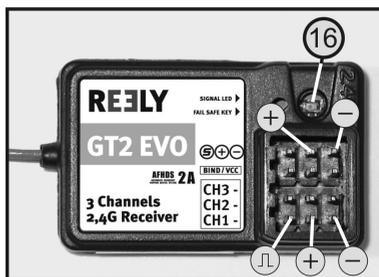

Figura 5
Mettere in funzione prima il trasmettitore e poi il ricevitore. Se trasmettitore e ricevitore sono accoppiati correttamente (operazione normalmente eseguita in fabbrica), il LED rosso di controllo sul ricevitore si accende (vedere figura 5, pos. 16). Verificare il corretto funzionamento del ricevitore e dei servi collegati, quindi spegnerlo di nuovo.